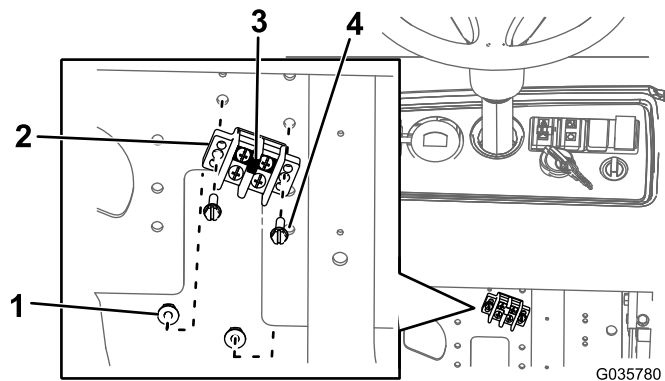

图13
- A. 将跳线条安装到地线盒上（图13）。
- B. 如图13所示，用 2 个螺栓（#10 x 3/4 英寸）和 2 个螺母（#10）将地线盒安装到安装板上。